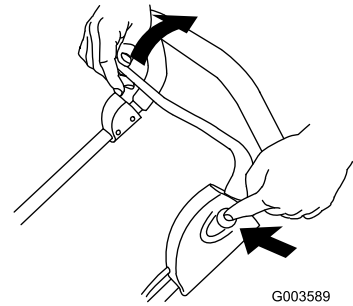

Figura 16
4. Sin soltar el botón, tire de la barra de control hacia el manillar (Figura 16).